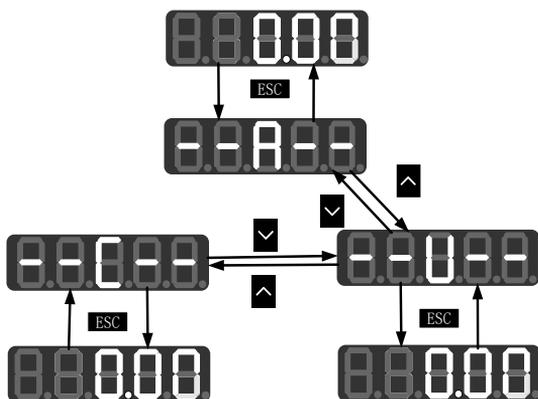

Рис. 4-2 Меню выбора режима
После включения устройства на панели управления по умолчанию отображается первый параметр уровня измерения (0). Нажмите на кнопку ESC (Назад) **ESC**, чтобы войти в меню уровня 1, где доступен выбор различных режимов с помощью кнопок **▲** и **▼**. Структура меню выбора режима показана на Рис. 4-2.